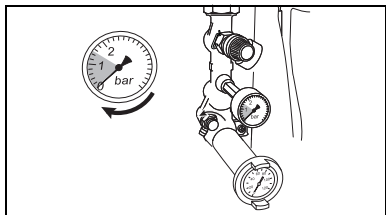

Fig. 16 Vullen van de cv-installatie
- Vul de installatie tot de druk circa 1,5 bar bedraagt en sluit dan de vulkraan (fig. 16).